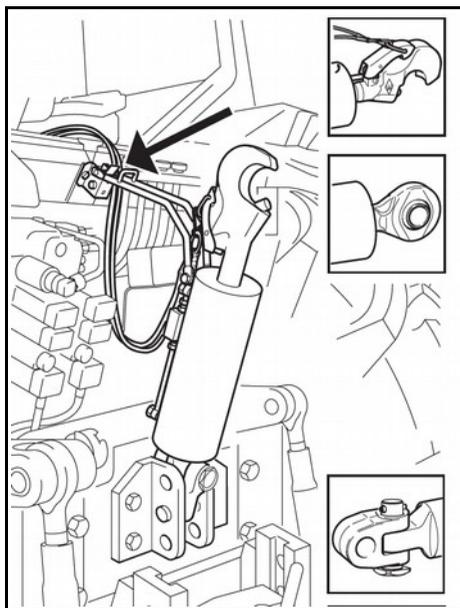

Fig. 5
Montare il supporto opzionale 3AST0001 per la maniglia (5) in posizione adatta (Fig. 5 e 6). Se necessario costruire una piastra o angolare di sostegno. Assicurarsi che sia in posizione centrale sul retro del trattore secondo le indicazioni delle figure.